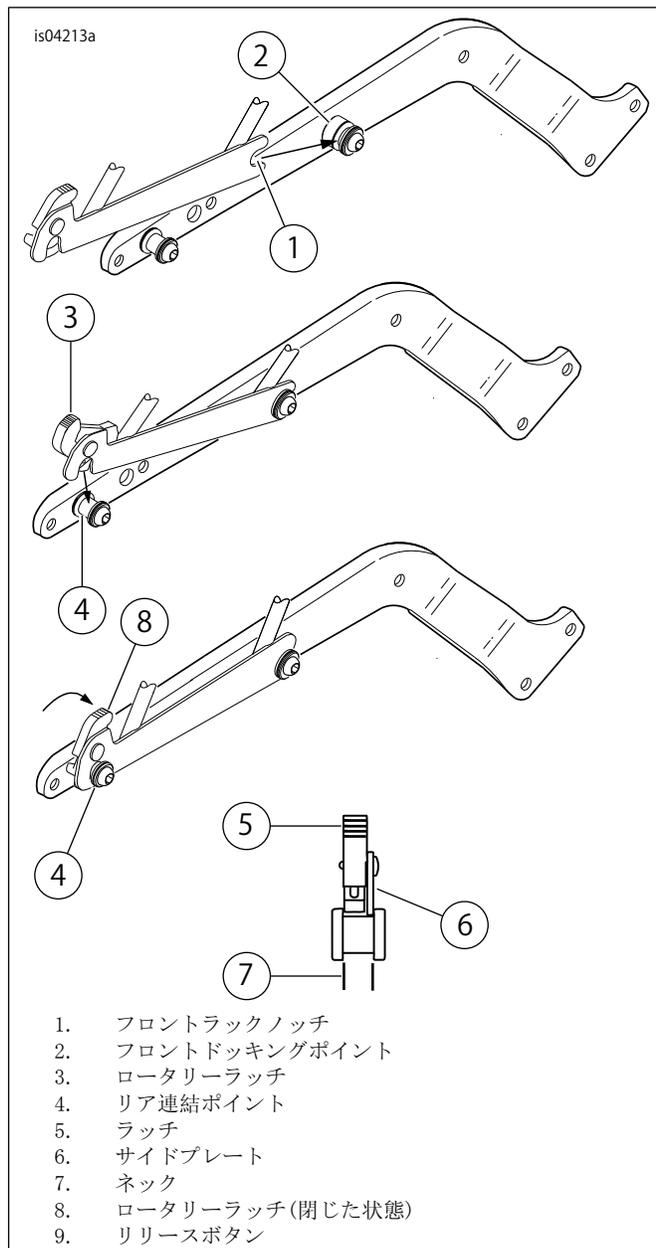

図3。SoloPakの取り付け順序
5. 図3を参照してください。フロントドッキングポイント(2)の上にラッチを配置します。図に示したように、リアドッキングポイントのネック(7)にラッチ(3)がはまっていることを確認します。位置をうまく合わせるためには、ラックを少し縮めたり広げたりしなければならないことがあります。